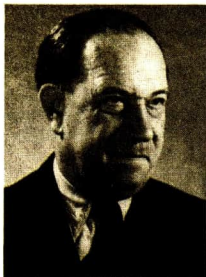

Abb. 90 *Erich Rammler*
Die Forscher *Erich Rammler* und *Georg Bilkenroth* (Abb. 90 und 91) entwickelten ein solches Verfahren, das als **Braunkohlen-Hoch-Temperatur-Verkokung** (BHT-Verkokung) bezeichnet wird. Sie stützten sich dabei auf Untersuchungsergebnisse, die 1940 bis 1943 zur Braunkohlenentgasung unter Laborbedingungen gewonnen wurden. Ziel war es, einen verhüttungsfähigen Koks aus Braunkohle herzustellen. Im Frühjahr 1950 war die Entwicklung des Verfahrens so weit fortgeschritten, daß mit industriellen Großversuchen begonnen werden konnte. Im Oktober 1951 begann man mit dem Bau einer großtechnischen Anlage. Am 14. Juni 1952 wurde in dieser Anlage, der Braunkohlenkokerei Lauchhammer, erstmalig in der Welt Braunkohlen-Hoch-Temperatur-Koks (BHT-Koks) gewonnen. ①